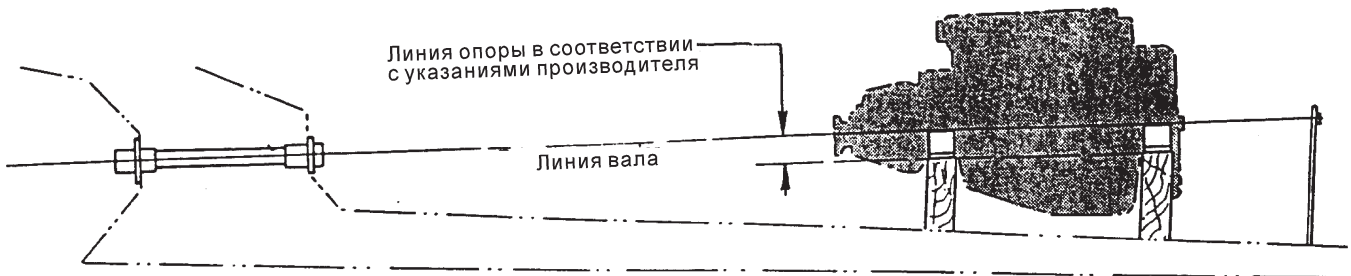

Рис. 3
3. **Используйте линию вала** (рис. 3) для проверки размеров фундамента двигателя (если он установлен) или для его конструирования, если его еще необходимо изготовить.